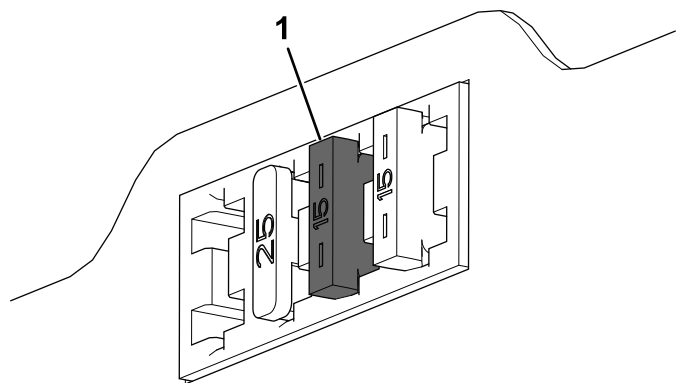

図 12
11. ヒューズブロックの左から 3 番めのスロットにヒューズ 15 Aを取り付ける 図 12。